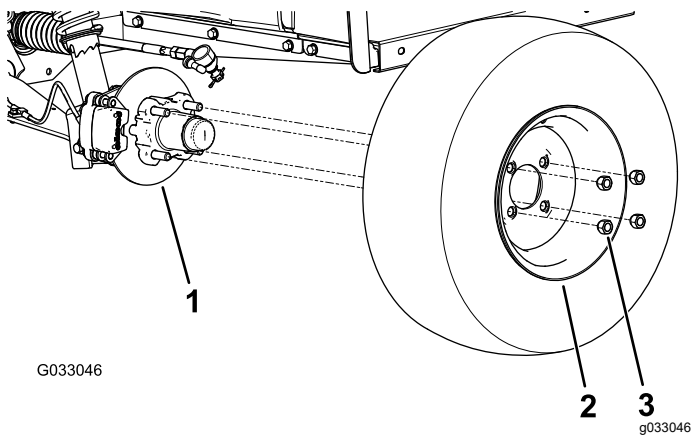

Bild 30
2. Nehmen Sie die vier Radmuttern ab, mit denen das Rad an der Radnabe befestigt ist (**Bild 30**).
4. Fluchten Sie die Löcher im Rad mit den Bolzen der Nabe aus und montieren das Rad so an der Nabe, dass das Reifenventil außen ist (Bild 30).
5. Befestigen Sie das Rad mit den Radmuttern an der Nabe (Bild 30).